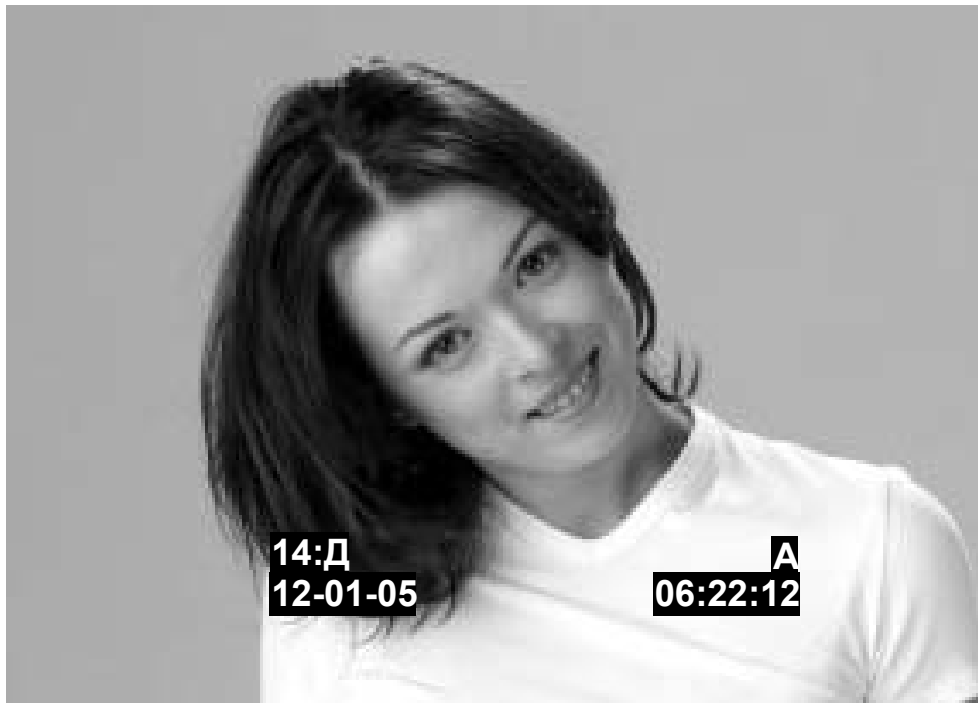

Рис. 8. Архивный видеокадр
**Архивные кадры недоступны для просмотра в обычном режиме и имеют атрибут «А» в правой части служебной надписи кадра (см. рис.8).**